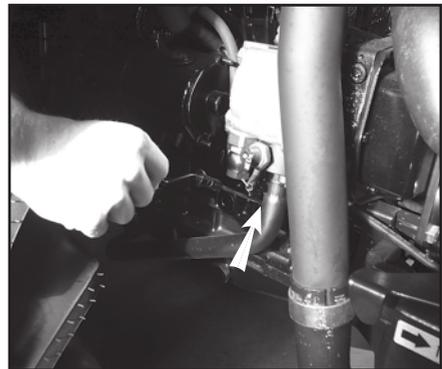
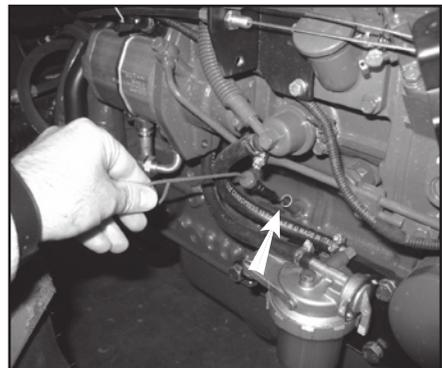

Abb. 6.8
Abb. 6.8.1
- Den Ölstand aller geschmierten Bauteile überprüfen (Abb. 6.8 - Abb. 6.8.1) und gegebenenfalls Öl des vorgeschriebenen Typs nachfüllen.